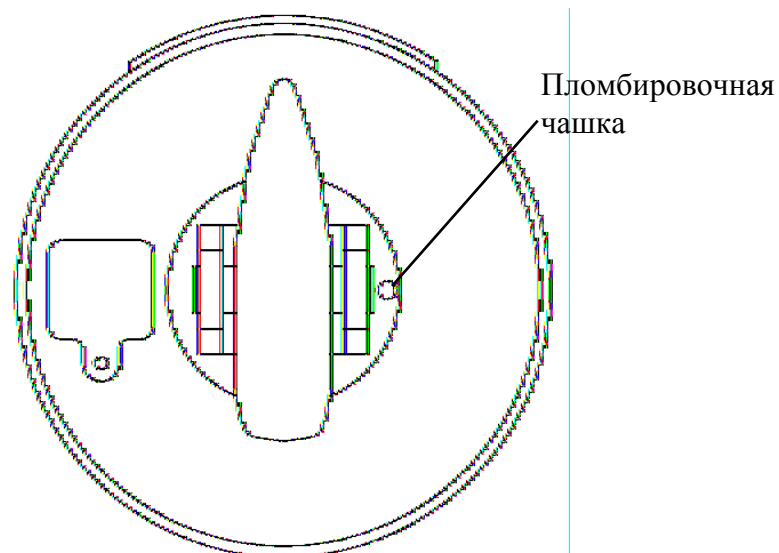

Рис. 16.1 - Место нанесения отиска поверительного клейма.
- нанести на весы оттиск поверительного клейма (см. Рис. 16.1).